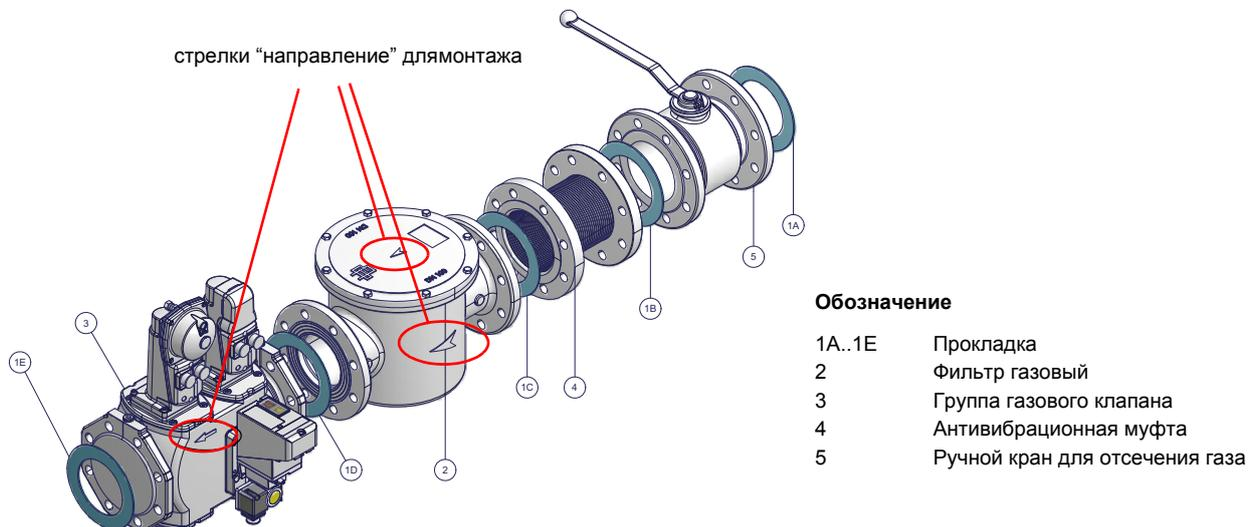

Рис. 2 - Пример газовой раампы
- 1 - б) при фланцевых соединениях: между соседними компонентами устанавливать прокладку (1A..1E - Рис. 2), совместимую с используемым газом,
ВНИМАНИЕ: после монтажа газовой раампы согласно схеме на Рис. 2, необходимо провести тестирование на герметичность
ВНИМАНИЕ: после монтажа газовой ramпы согласно схеме на Рис. 2, необходимо провести тестирование на герметичность газового контура, согласно требований действующих нормативов.